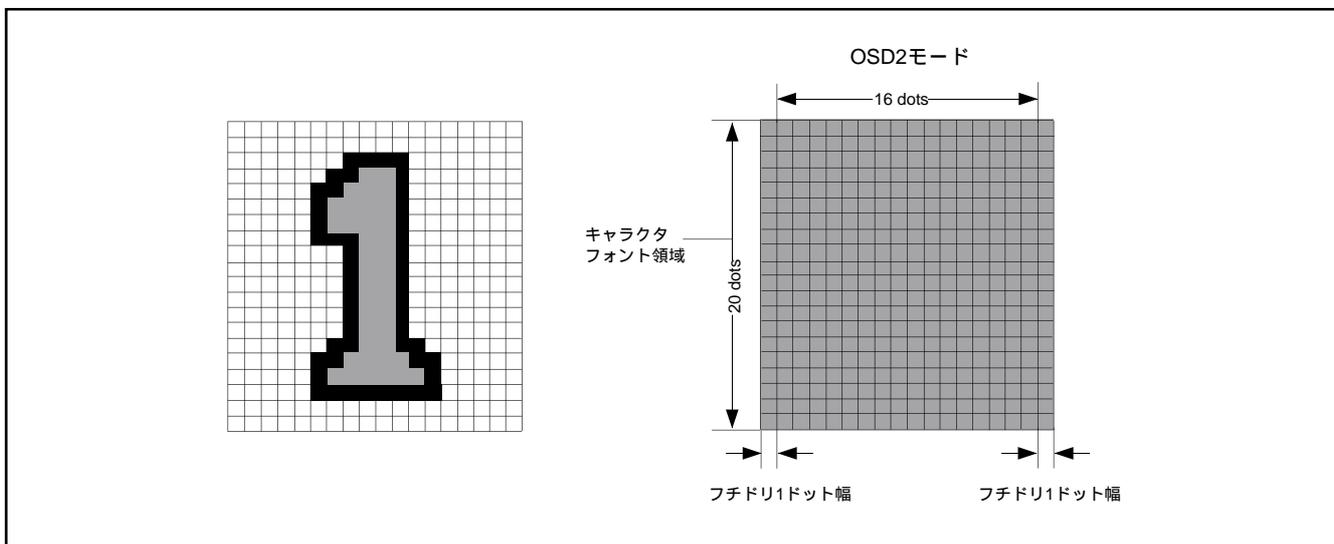

図 8.10.21 フチドリ表示例とフチドリ領域
- 注1. フチドリドットの表示域は図 8.10.21 に示す網掛けの範囲です。